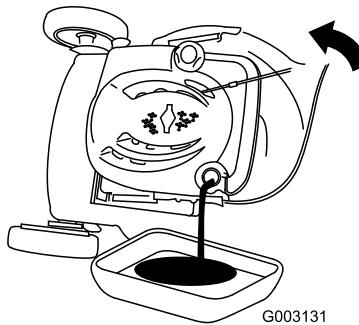

Figura 35
- Coloque la máquina de lado con la varilla de aceite hacia abajo para drenar el aceite usado a través del tubo de llenado al recipiente (Figura 35).